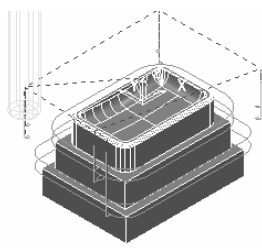

图 2-61 最后一点
- **【最后一点】**：开始点在与刀具路径第一点相隔一定距离的位置上，如图 2-61 所示。该距离由“接近距离”文本框来设定。